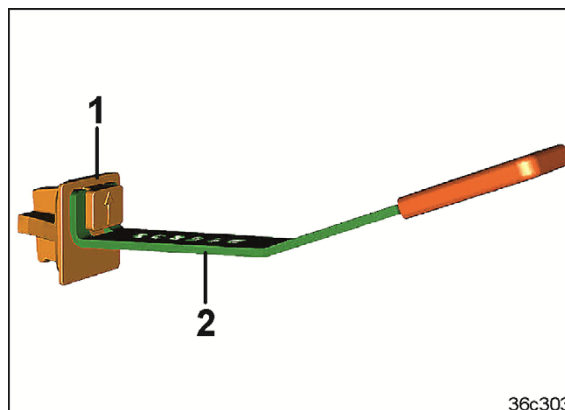

Рис. 223
1. Закройте заглушками (Рис. 223/1) требуемые семяпроводы в сегментной распределительной головке. Монтажный инструмент (Рис. 223/2) предназначен для установки заглушек в сегментную распределительную головку.
Заглушки (Рис. 223/1) не предназначены для закрытия сегментов технологической колеи.